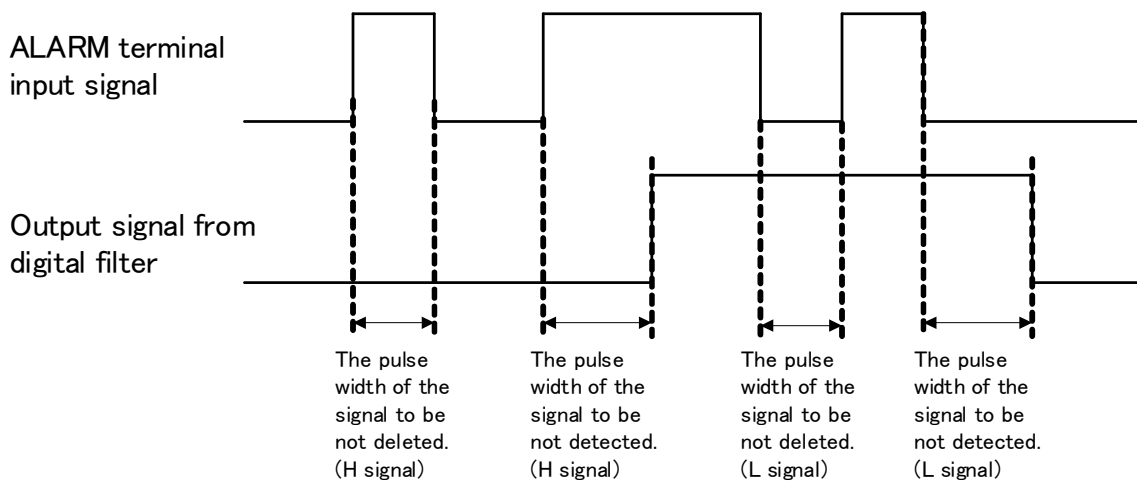

Fig. 9-j 入力除去パルス幅(フィルター有り)と入力検出パルス幅(フィルター有り)
- ・ 入力検出パルス幅(Twmin)とはデジタルフィルターを通過して出力に現れるパルスの幅を、入力除去パルス幅(Twmax)とはデジタルフィルターによって除去されるパルスの幅を意味します (Fig. 9-j)。